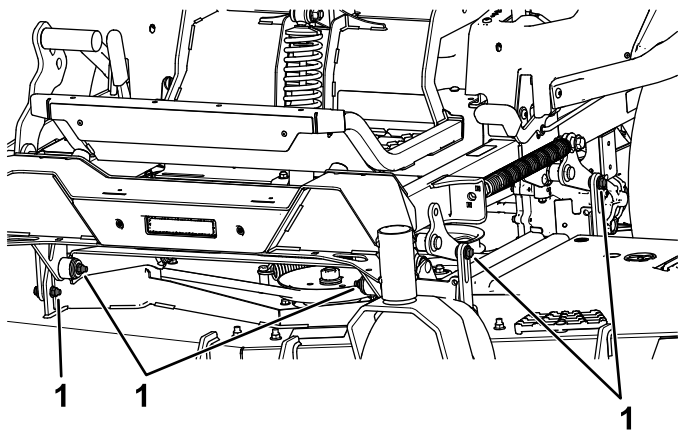

Bild 91
7. Entfernen und bewahren Sie die Schrauben und Muttern an beiden Seiten der Maschine auf (Bild 91).